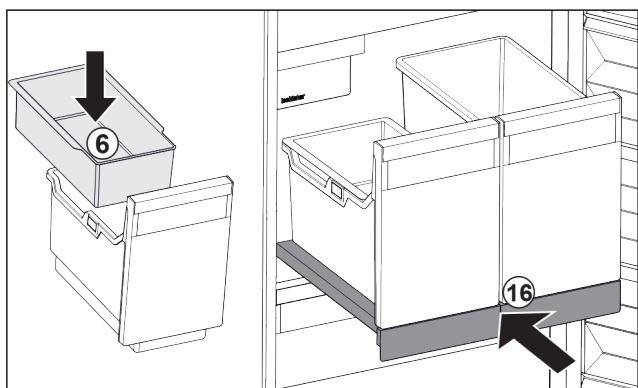

Fig. 102
- ▶ 安装冰块挂盘 Fig. 102 (6)。
- ▶ 将带有容器 (IceTower) 的拉出式搁板推入。 Fig. 102 (16)